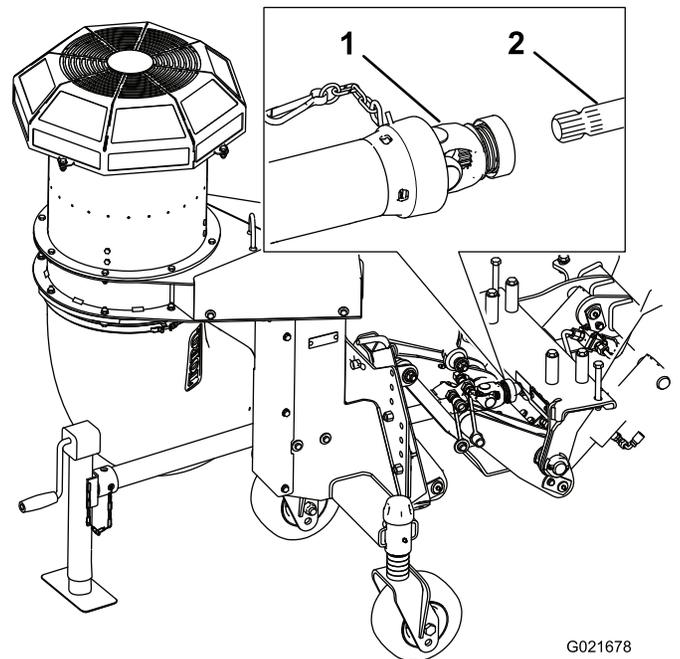

Bild 13
5. Schieben Sie die Schnellkupplung auf die Welle, um die Antriebswelle am Schnellkupplungsrahmen zu befestigen (Bild 13).
6. Befestigen Sie die Sicherheitskette am Schnellkupplungsrahmen (Bild 13).